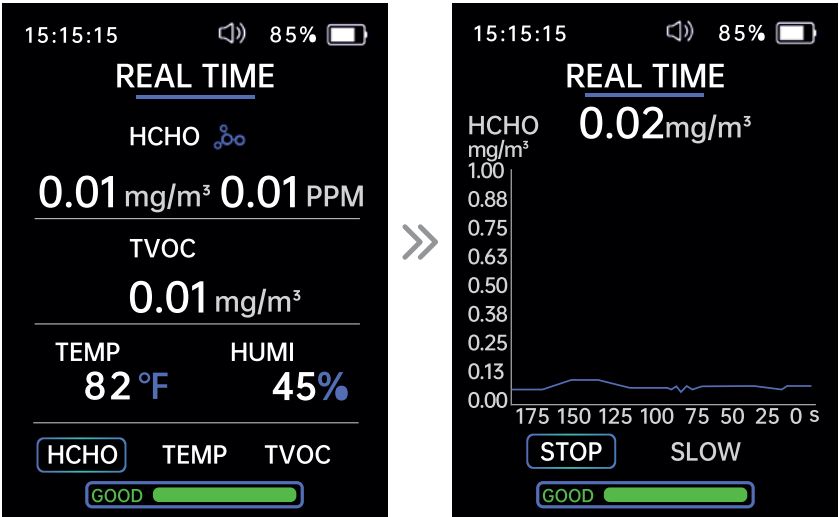

Figure 3
Нажимайте кнопки «Влево» (4) и «Вправо» (8) для переключения между значениями формальдегида (HCHO) и ЛОС (TVOC), а также единиц измерения температуры окружающей среды. Нажмите кнопку ETR (3) для просмотра подробных показаний на графике в реальном времени (рис. 3).